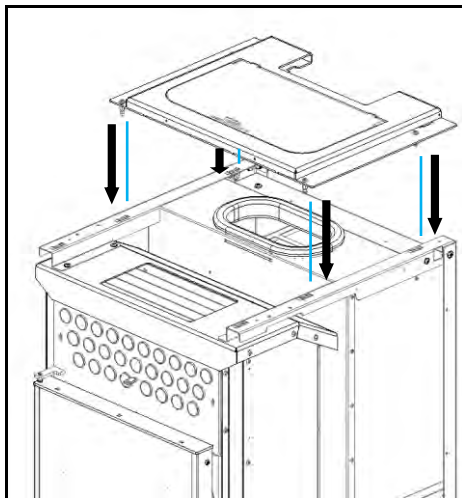

Figura 98 – Colocação do tampo superior
a) Colocar o tampo superior como demonstra a Figura 98. Para garantir que o tampo fica devidamente colocado, este contém quatro pinos na parte inferior que devem encaixar nas molas que se encontram na estrutura.